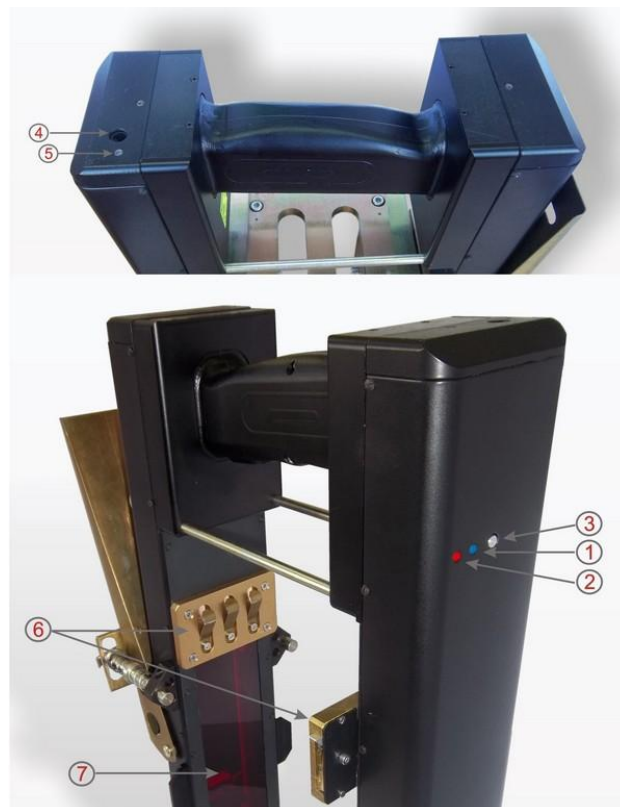

Рисунок 2
- Включить лазерный модуль, нажав и удерживая кнопку (5), рисунок 2, несколько секунд. При включении лазерного модуля мигает красный светодиод (2).
- После включения лазерного модуля в течение некоторого времени производится автоматическая установка беспроводной связи между модулем и КПК, что сопровождается миганием синего светодиода (1) на лазерном модуле. После установки связи светодиод гаснет.